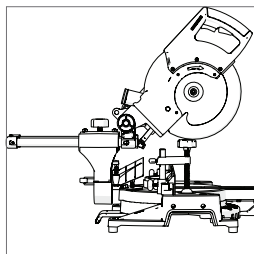

図22
**(図22)**、スライド軸固定ノブを締めて固定してください。